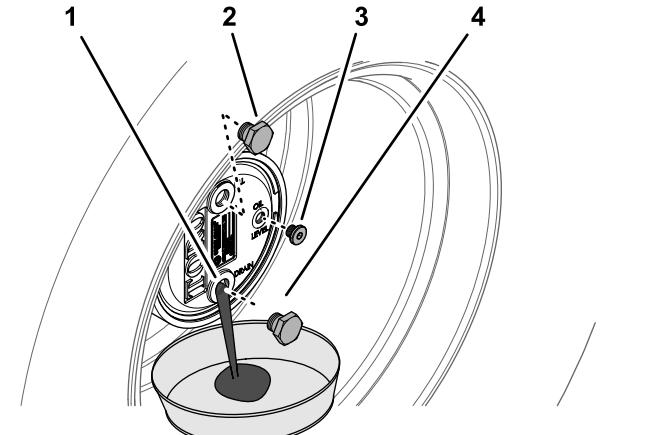

图 65
3. 将放油盘放在行星齿轮毂下面取出 6 点钟位置的排油塞让油完全排出 图 65。
5. 将排油塞安装到行星齿轮箱的排油孔中 图 65。